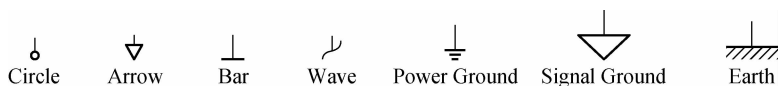

图 1-20 电源、接地符号的各种显示形式
(2)“类型”是电源、接地符号的各种显示形式，单击其右侧的下拉按钮，显示图 1-20 所示的显示形式。